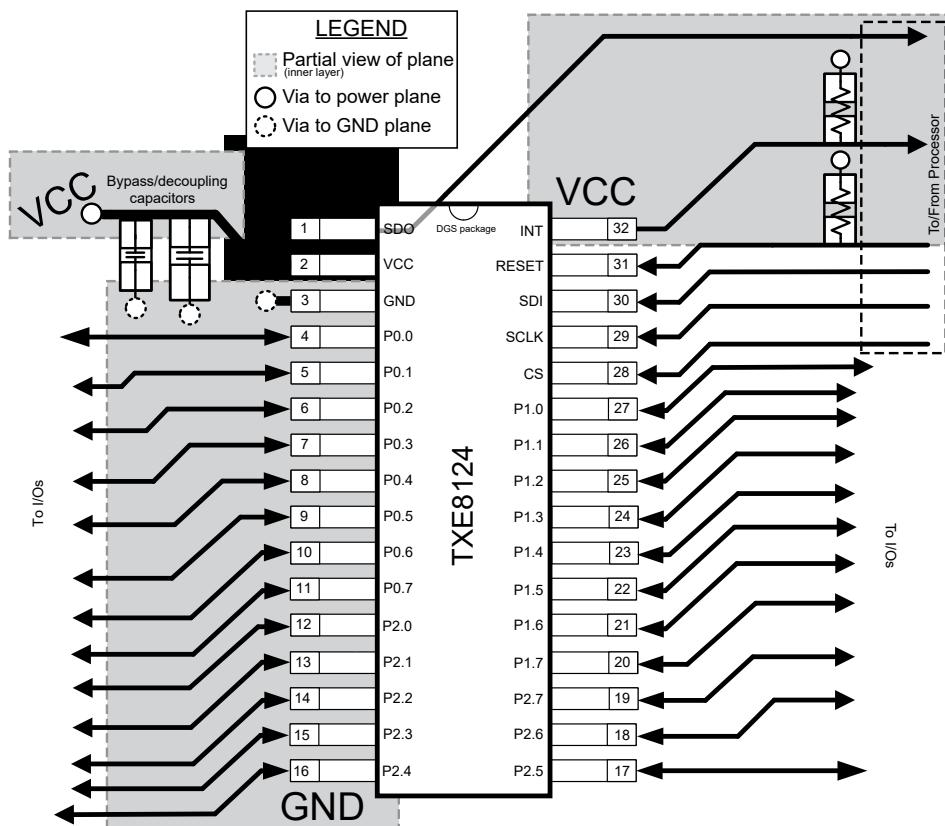

図 8-5. TXE8124-Q1 のレイアウト
すべての PCB レイアウトにおける最善策は、信号トレースを直角に曲げないこと、集積回路 (IC) の近接部を離れるときに信号トレースが互いに離れていくように配置すること、トレース幅を太くして電源とグランドのトレースを通常時に大容量の電流が流れるようにすることです。バイパスコンデンサとデカップリングコンデンサは、一般的に電源ピンの電圧の制御に使用されます。大容量コンデンサを使用すると、短時間の電源グリッチ時に追加電力を供給し、容量の小さいコンデンサを使用すると、高周波リップルをフィルタリングできます。これらのコンデンサは、できる限り TXE8116-Q1/TXE8124-Q1 の近くに配置してください。理想的な配置を 図 8-5 に示します。
図 8-5 に示すレイアウト例では、信号配線に最上層を使用し、電源とグランド (GND) に分割プレーンとして最下層を使用することで、2 層のみの PCB を製造することができます。ただし、信号配線密度の高い基板では、4 層基板が推奨されます。一般的に 4 層 PCB では、信号を最上層と最下層に配線し、内部の 1 層をグランドプレーン専用にして、もう 1 つの内部層を電源プレーン専用にします。電源とグランドにプレーンまたは分割プレーンを使用する基板レイアウトの場合は、電源または GND に接続する必要がある表面実装部品パッドのすぐ隣にビアを配置し、ビアを内部層または基板の反対側に電気的に接続します。ビアは、信号パターンを基板の反対側に配線する必要がある場合にも使用されますが、この方法は 図 8-5 には示されていません。